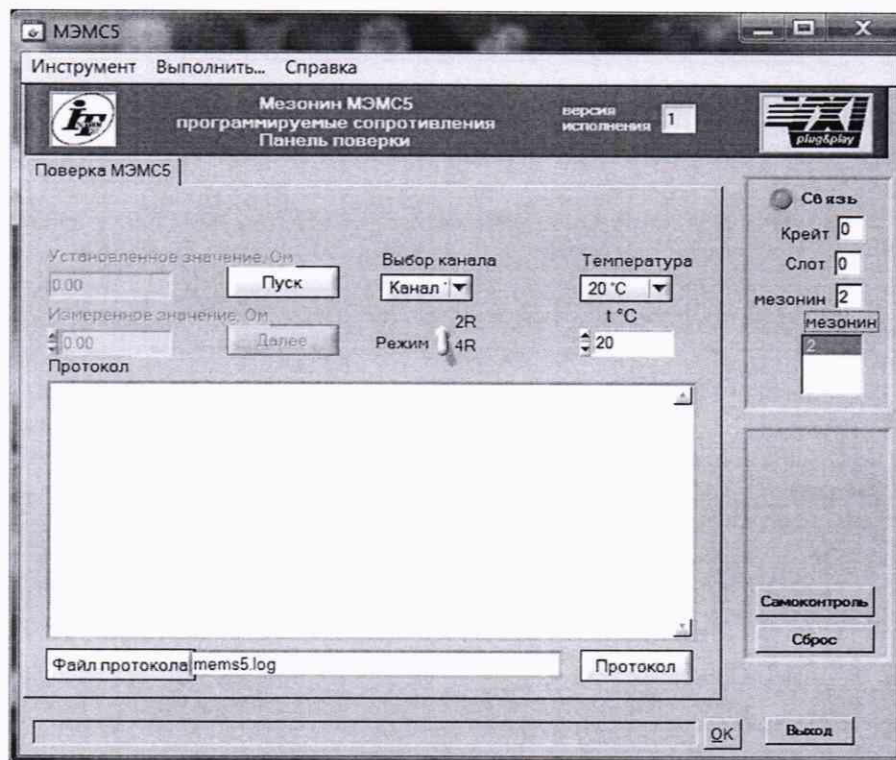

Рисунок 5.2
- 8) на программной панели (см. рисунок 5.2) нажать кнопку «Файл протокола», ввести имя файла протокола результатов проверки, нажать кнопку «ОК»;